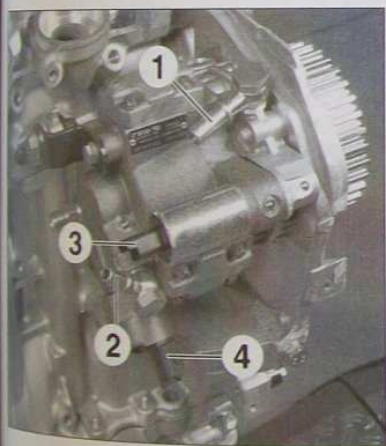

FIG. 24
- Déclipser les tuyaux d'alimentation en combustible de la pompe (1) et (2) (Fig.24).